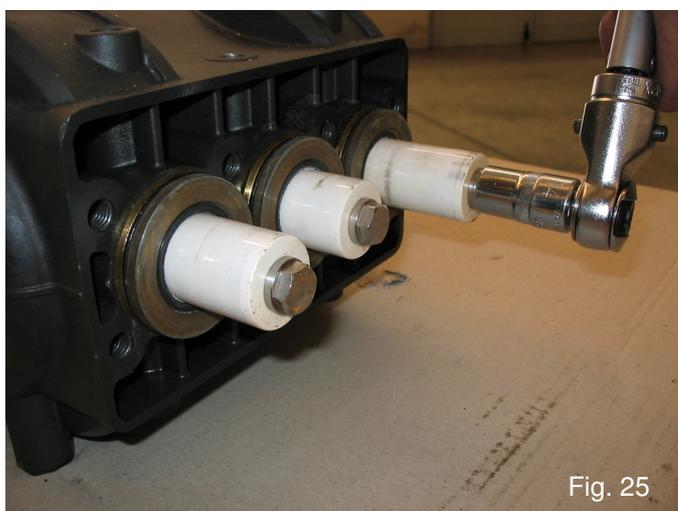

Fig. 25
- A) - Svitare e rimuovere le viti del pistone 1, Fig.25.